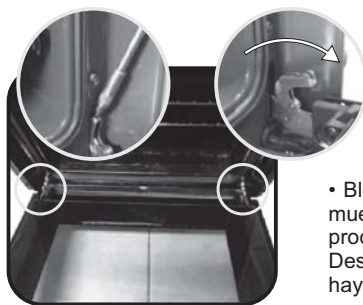

Figura 1
- Abrir la puerta del horno. (Figura 1)